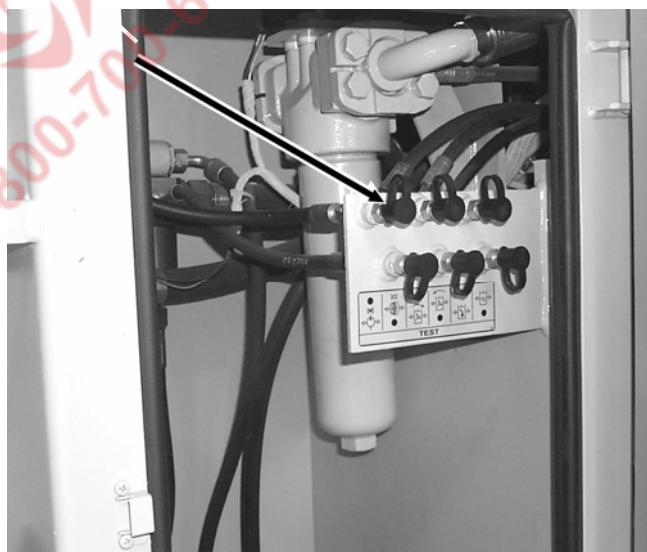

Рис. 5.68. Точка контроля давления масла в трансмиссии (в отсеке правого масляного бака)
- a). подогреть масло в трансмиссии примерно до 50 [°C]. Остановить двигатель и к точке (указанной на Рис. 5.68) подсоединить манометр с диапазоном измерений 0÷2.5 [МПа];